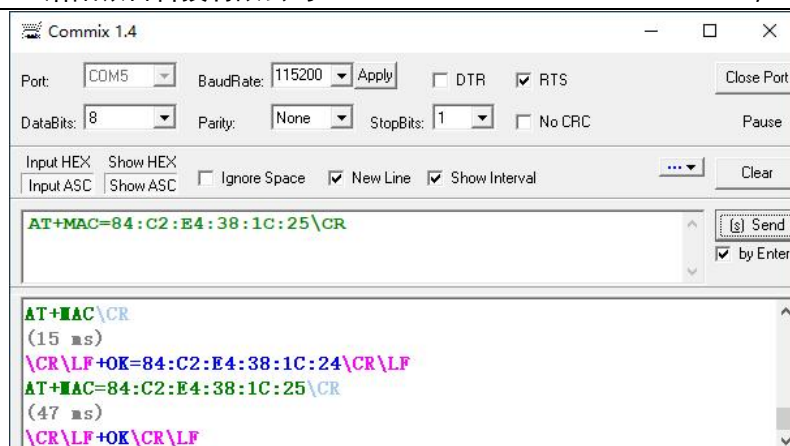

图 6-5 设备网络 MAC 设置界面
- 5) 设置设备网络 MAC，如图 6-5 所示，MAC 地址设置为：84:C2:E4:38:08:95;